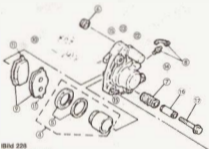

Bild 228
Detaillansicht zu den Bauteilen 10 in Bild 228
- 2 Die «Federzungen» drücken auf die «Nasen» der Bremsklötze (11 in Bild 228)
- Nach Ausbau des feststehenden Teils Gleitflächen reinigen und entscheiden, ob die Federn 10 in Bild 228 weiterverwendet werden können oder gegen neue ausgetauscht werden müssen.
- Feststehenden Teil des Bremsmittels mit eingesetztem Feder (10) am Gabelgelenk anbauen (35 Nm).